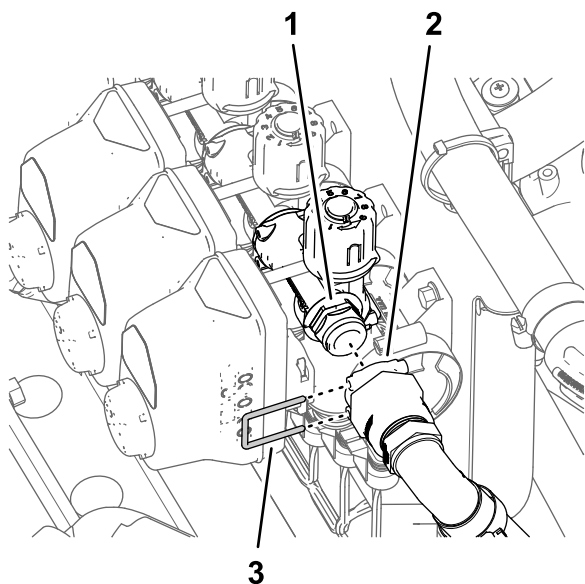

図 111
2. バイパスホースのクイックコネクトフィッティングを、ノズルバルブ 10 番のところにあるバイパスバルブにあるクイックディスコネクトフィッティングに取り付ける 図 111。
3. バイパスホースおよびバイパスバルブ用のクイックディスコネクトフィッティングを、リテーナで固定する 図 111。